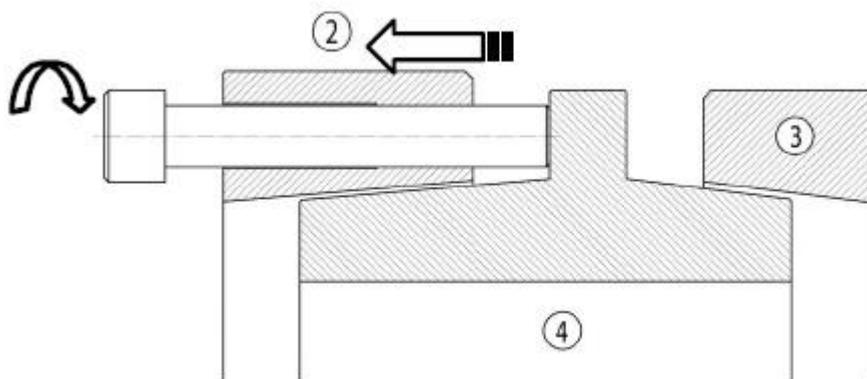

Рис. 5
- После того, как короткое разрезное зажимное кольцо выпрессовано, необходимо завернуть болты с цилиндрической головкой и внутренним шестигранником (5) в резьбовое отверстие длинного разрезного зажимного кольца (2) максимально глубоко, как показано на Рис. 5.